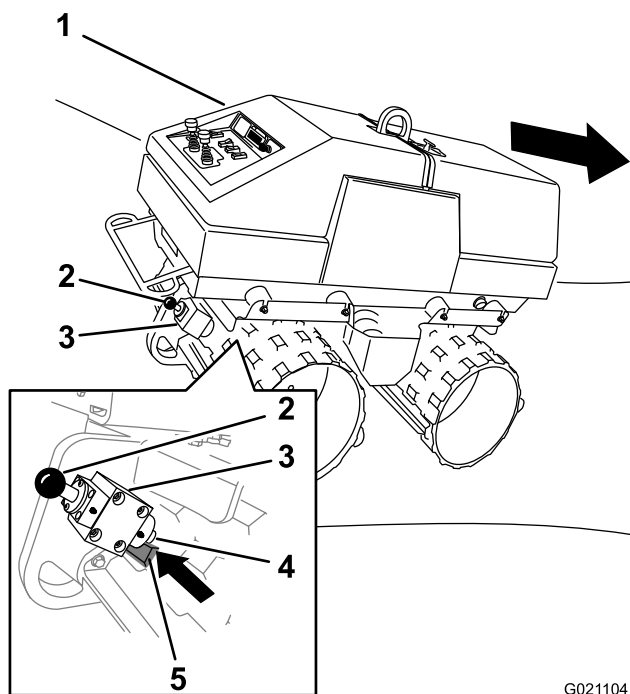
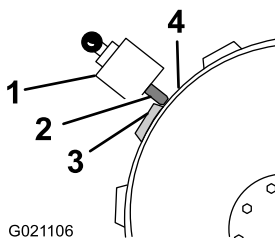
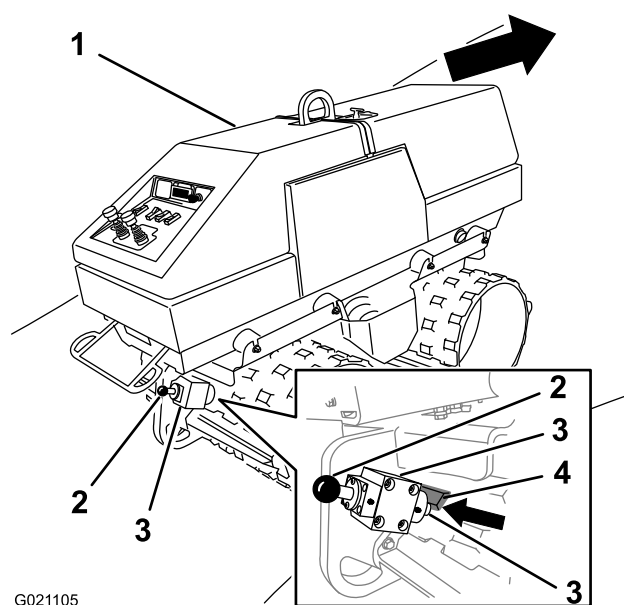
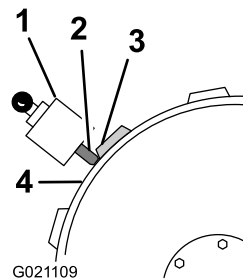

Figura 31
Figura 32
Figura 33
Figura 34
6. Suelte suavemente el mando del freno de estacionamiento y deje que se retraiga en el alojamiento del freno de estacionamiento, hasta que el émbolo esté apoyado contra el lado del taco del tambor y contra la superficie del tambor (Figura 32, Figura 31, Figura 34, y Figura 33).
- Si la máquina está aparcada **cuesta abajo**: alinee el lado **superior** del taco del tambor contra el émbolo del freno de estacionamiento (Figura 32 y Figura 31).
- Si la máquina está aparcada **cuesta arriba**: alinee el lado **inferior** del taco del tambor contra el émbolo del freno de estacionamiento (Figura 34 y Figura 33).
2. Suelte suavemente el mando del freno de estacionamiento y deje que se retraiga hasta que el freno encaje en la muesca (Figura 31 y Figura 33).